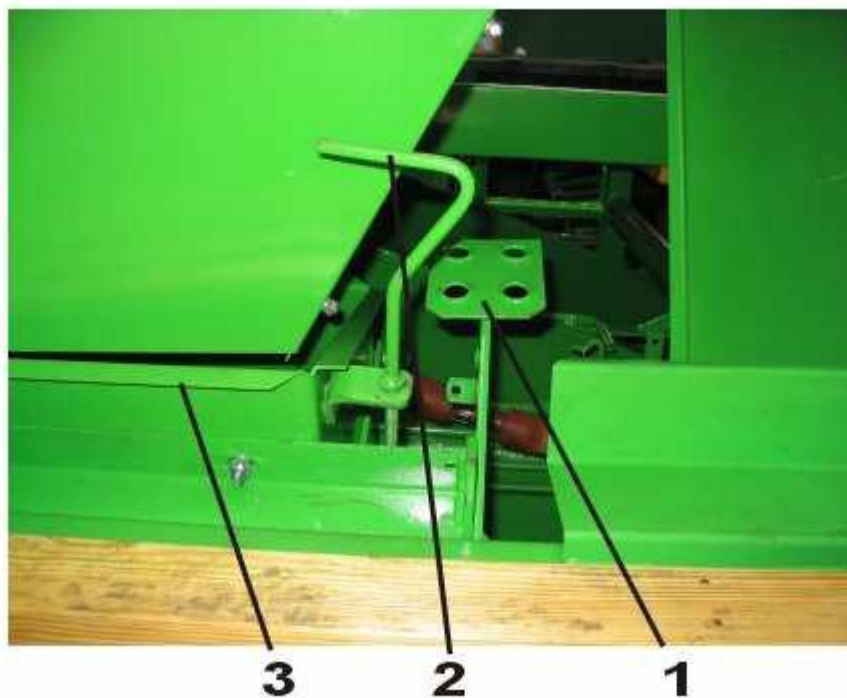

Abb. 26. Das Öffnen und Schließen des Steinbunkers
Um den Steinbunker (3 Abb. 26) zu entleeren betätigt den Fußpedal (1). Zugseil (2) dient zum Schließen des Steinbunkerbodens